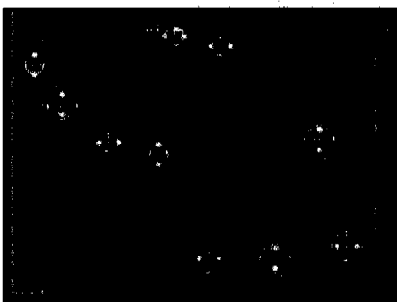

图 15
(6) 5.5英寸小黑白电视机的“稳压电源和伴音功率放大”部分共需电解电容10只,调出并设置完成后如图15所示(注:这里的10只电解电容元件序号之所以全部反置,是为以后在电路板顶层印上元件序号标注作准备的,这里反置,通过转印就恢复正置了)。